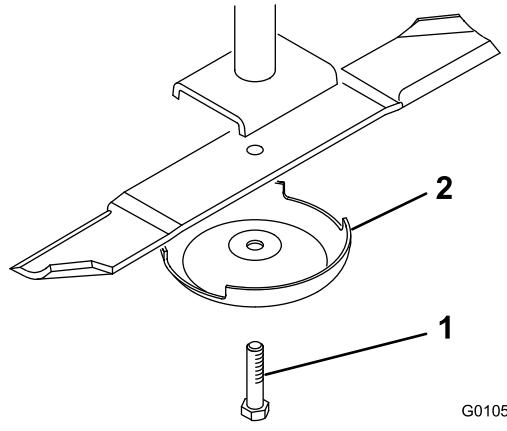

Figura 27
- Fixe a extremidade da lâmina utilizando um pedaço de tecido ou uma luva grossa. Retire o parafuso da lâmina, o recipiente anti-danos e a lâmina do eixo (Figura 27).